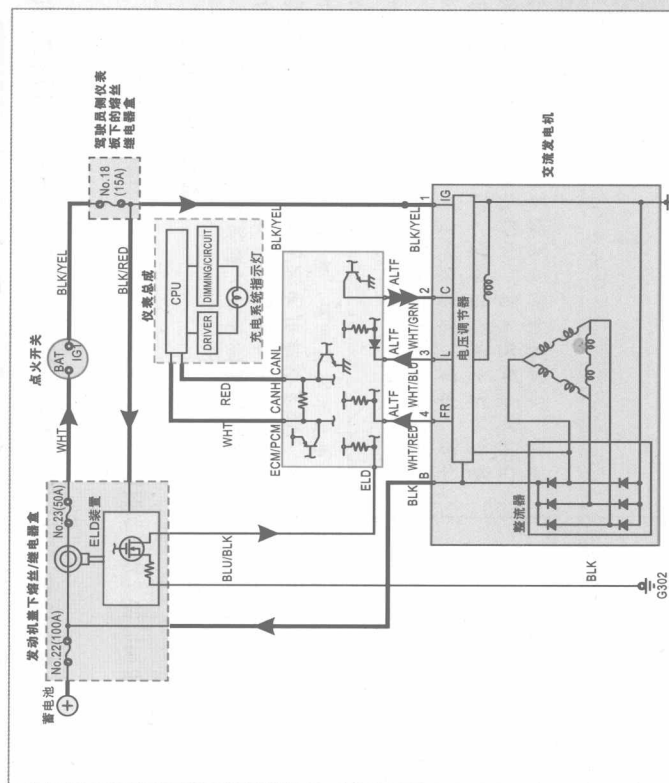

图3-4 K20A7/K20A8/K24A4充电系统电路图
- (1) 充电激励线路有接触不良处。
- (2) 发电机内部有故障。
- 在点火开关位于ON位置时, 充电指示灯有时也暗亮。当暗亮时, 先将发电机上的4芯插接器拔下, 充电指示灯熄灭, 这说明故障出在发电机上。充电系统电路如图3-4所示。